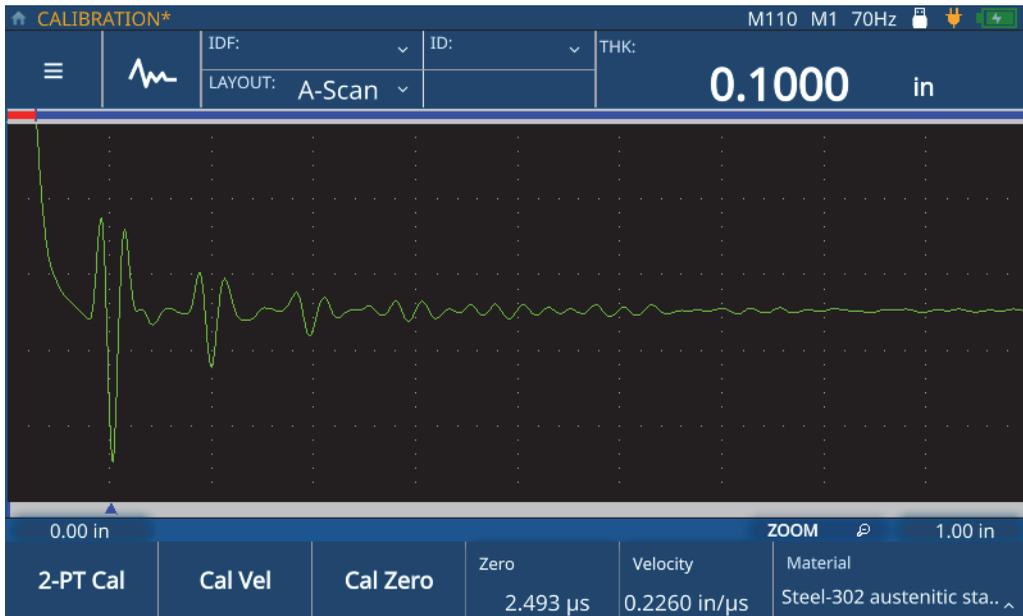

Figure 5-7 Étalonnage du zéro terminé
6. Touchez l'icône de crochet pour enregistrer la valeur et terminer l'étalonnage (Figure 5-7 à la page 54).